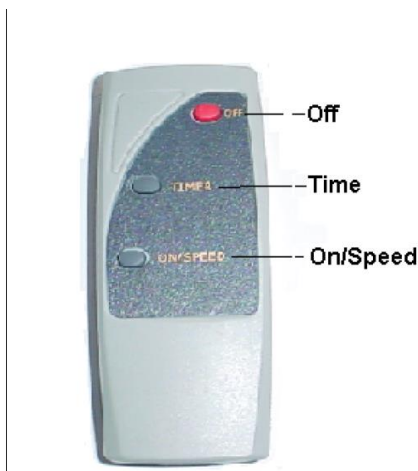

Рис.2
3. Чтобы выключить устройство вручную, нажмите кнопку Выкл. (См. Рис. 2.)